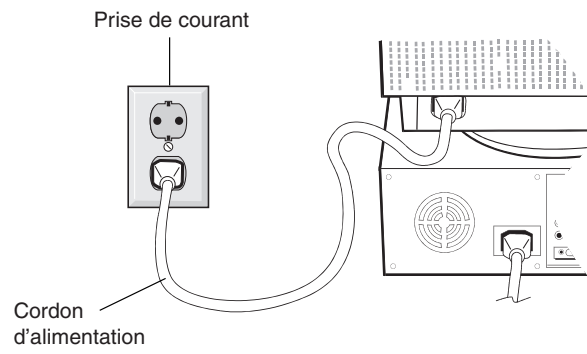

Figure C.1
4. Connectez une extrémité du cordon d'alimentation au moniteur et l'autre à la prise de courant (**Figure C.1**).